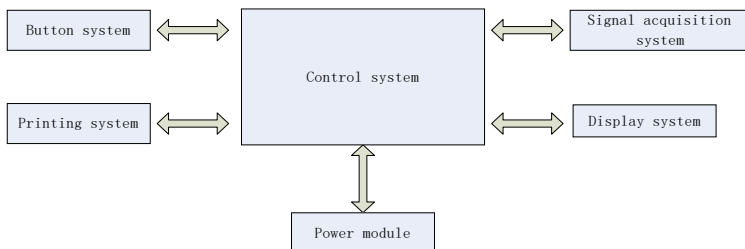

Figura 4-1 Diagramma a blocchi dell'unità di controllo
(2) Il diagramma a blocchi dell'unità di controllo è mostrato nella Figura 4-1.